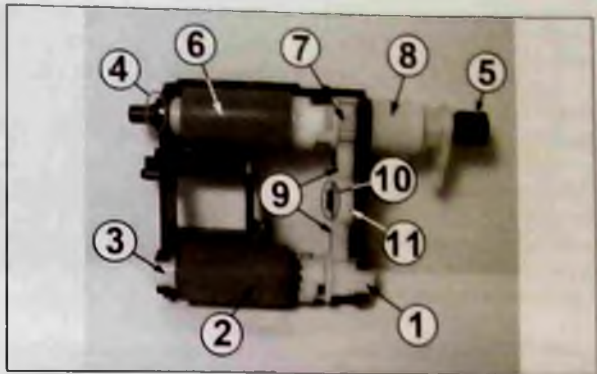

Рис. 25
Располагают блок роликами вверх, шестерни привода роликов расположены с правой стороны. Перемещают правый бушинг (1 на рис. 25) ближнего ролика (2) в сборе с осью вверх до выхода бушинга из посадки в основании блока. Далее перемещают ролик в правую сторону, вынимают левый бушинг (3) из посадки и снимают ролик в сборе с осью, бушингами, шестерней привода и зубчатой муфтой с блока. Далее снимают с оси левый бушинг и ролик в сборе с основанием.